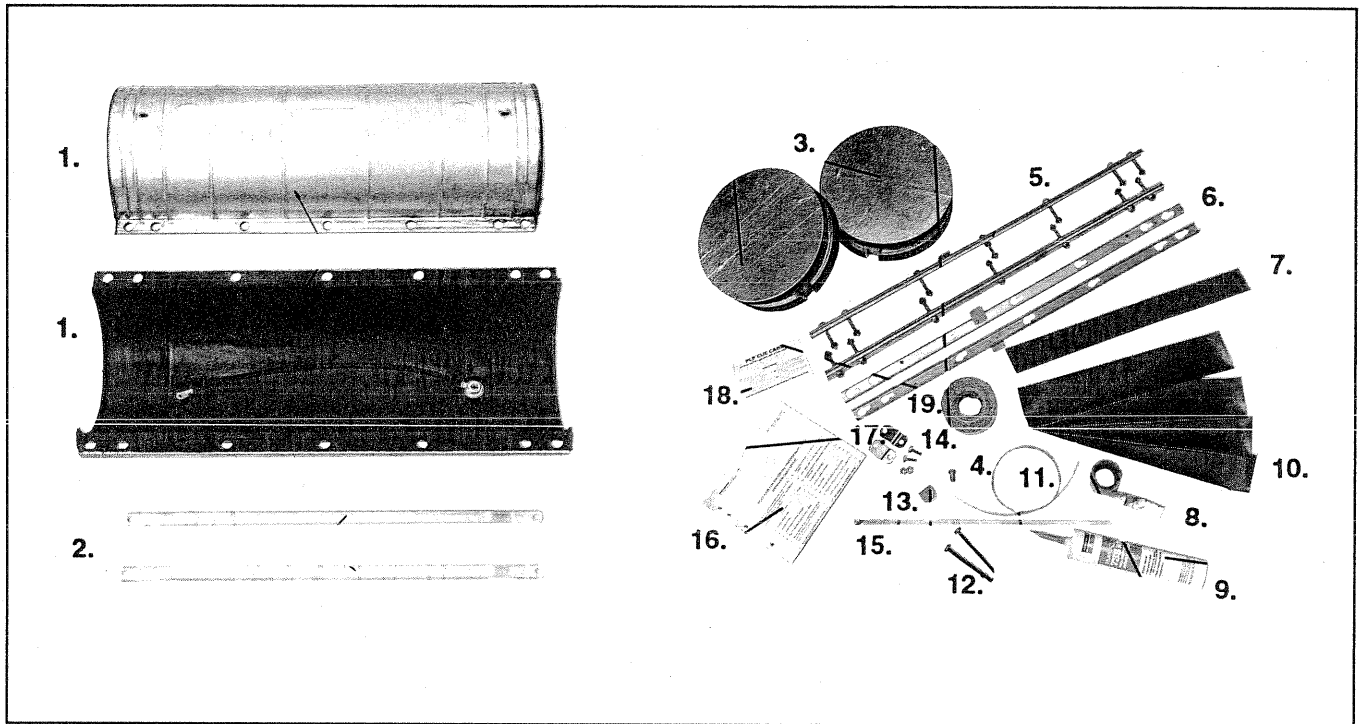

FIGURA 1 - KIT DE REPOSICION PARA CAJA DE EMPALME PREFORMED
3.01 Las partes que se indican a continuación pertenecen a un Kit de Reposición para una caja de empalme PREFORMED. (Ver Figura 1 y Tabla A)